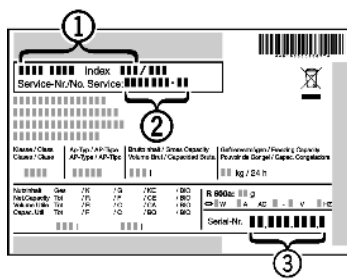

Fig. 11
► Обратитесь в сервисную службу и сообщите вид неисправности, наименование устройства *Fig. 11 (1)*, сервисный № *Fig. 11 (2)* и серийный № *Fig. 11 (3)*.